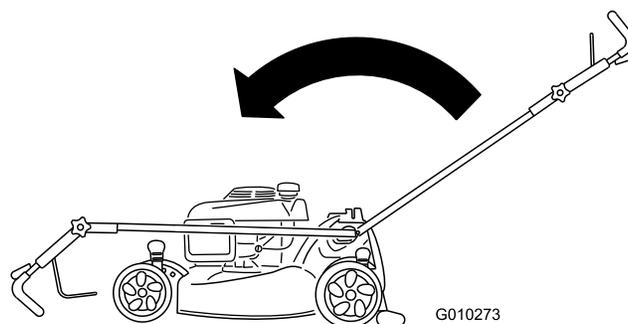

図 53
2. ハンドルを前方に最後まで倒して上部ハンドルのノブをゆるめる 図 53。